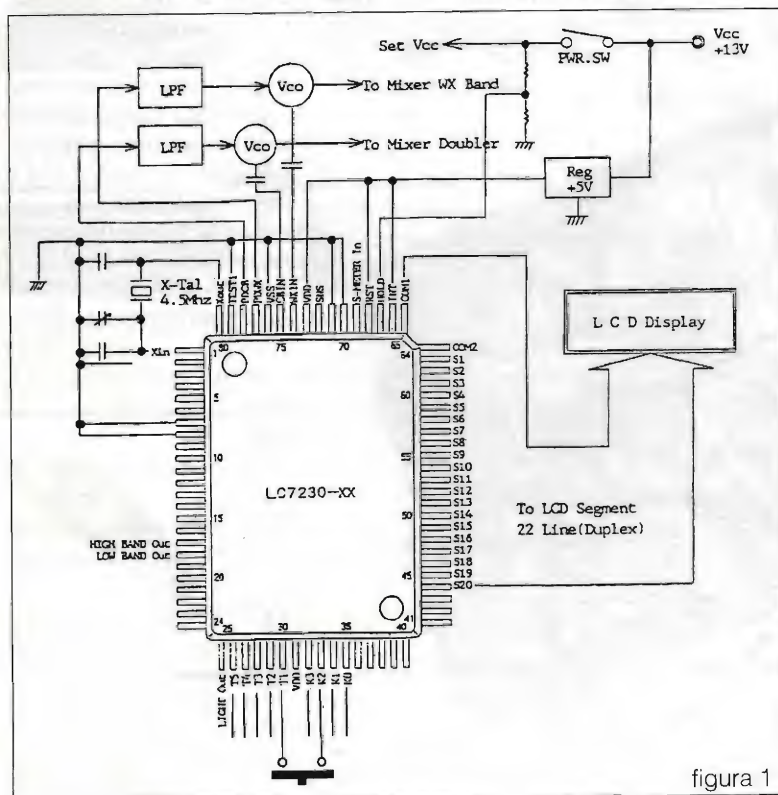

figura 1
Nella foto 1 vediamo l'apparato aperto, possiamo già renderci conto della tecnologia impiegata e delle dimensioni (vedi la scatola di fiammiferi svedesi a fianco). Ma andiamo per ordine: affrontiamo ora la modifica (evidenziata in figura 1) passo per passo; le operazioni da compiere non necessitano di una particolare attrezzatura: saranno sufficienti un saldatore a punta fine e di debole potenza, un succhiastagno e soprattutto la mano ferma.
- individuare i pin 30 e 33 del microprocessore, per far questo potete riferirvi alla figura 1;